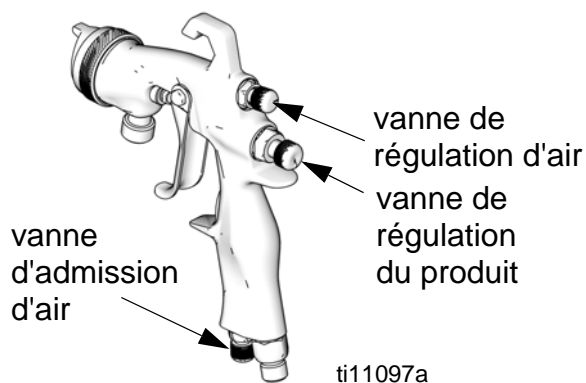

FIG. 3
2. Pour obtenir un jet en éventail maximum, ouvrez la vanne de régulation d'air en tournant le bouton entièrement dans le sens antihoraire. Consultez la FIG. 3.
3. Pour obtenir un jet rond, coupez l'air du jet en tournant la vanne de régulation d'air entièrement dans le sens horaire. Consultez la FIG. 3.